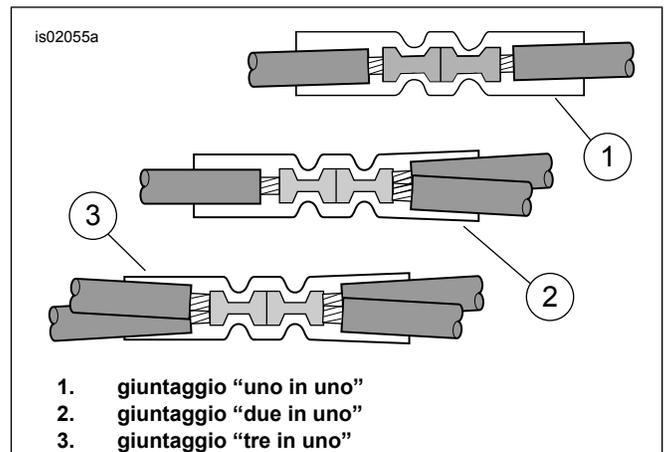
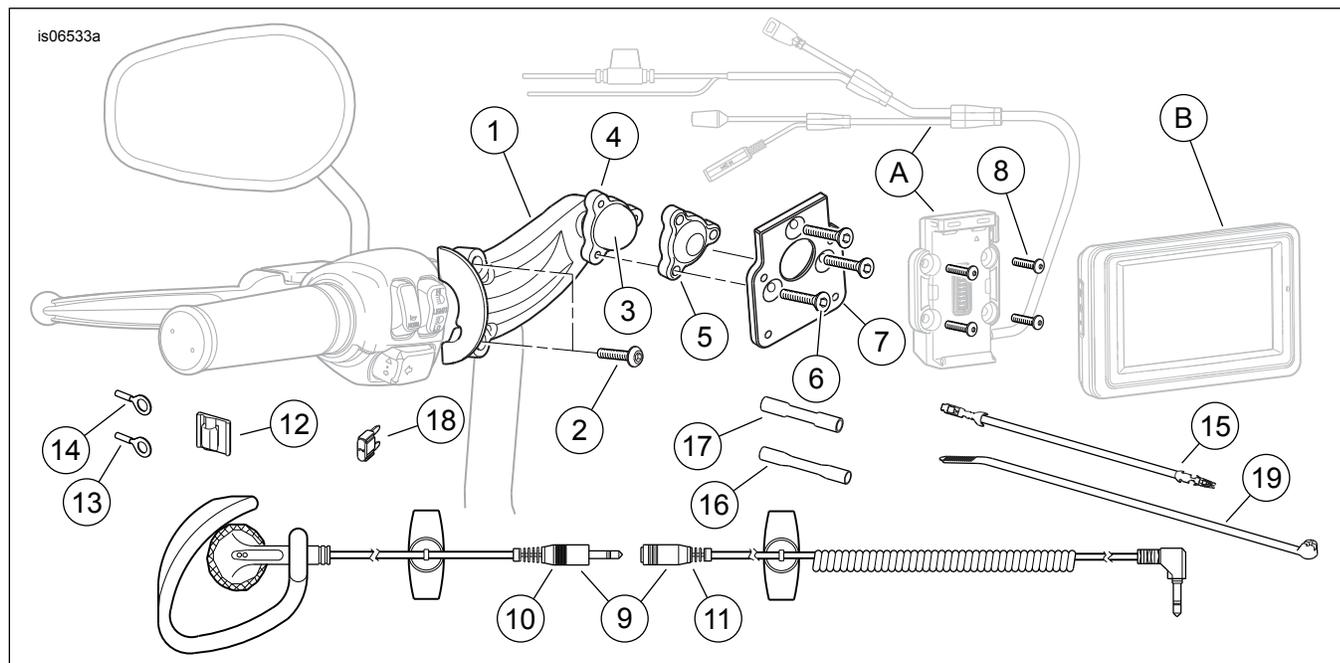

Figura 6. Configurazioni dei giunti
Figura 16. Parti di ricambio, kit di montaggio del GPS Road Tech Zumo 660 e Zumo 665 sul manubrio
4. Vedere Figura 16. Prendere dal kit il connettore blu a giunto di testa a tenuta (17). Vedere la figura 6. la configurazione di giuntaggio "due in uno". Giuntare il conduttore di alimentazione del cablaggio dello Zumo ai fili arancioni/bianchi del cablaggio principale, secondo le istruzioni dell'appendice del manuale di manutenzione.
6. Vedere Figura 16. Prendere dal kit il connettore blu a giunto di testa a tenuta (17). Vedere la figura 6., la configurazione di giuntaggio "uno in uno". Giuntare il conduttore di alimentazione del cablaggio dello Zumo al filo dell'adattatore, secondo le istruzioni dell'appendice del manuale di manutenzione.
7. Inserire il fusibile da 2 A (18) del kit nella cavità del fusibile "OPEN" per chiudere il circuito.
3. Vedere Figura 16. Prendere dal kit il connettore blu a giunto di testa a tenuta (17). Vedere la figura 6., la configurazione di giuntaggio "due in uno". Giuntare il conduttore di alimentazione del cablaggio dello Zumo ai fili arancioni/bianchi, secondo le istruzioni dell'appendice del manuale di manutenzione.
6. Vedere Figura 16. Prendere dal kit il connettore blu a giunto di testa a tenuta (17). Vedere Figura 6, la configurazione di alimentazione del cablaggio dello Zumo al filo dell'adattatore, secondo le istruzioni dell'appendice del manuale di manutenzione.
- Vedere Figura 16. Prendere dal kit il connettore blu a giunto di testa a tenuta (17). Vedere Figura 6, la configurazione di giuntaggio "due in uno". Giuntare il conduttore di alimentazione del cablaggio dello Zumo ai fili arancioni/bianchi del cablaggio principale, secondo le istruzioni dell'appendice del manuale di manutenzione.
6. Vedere Figura 16. Tagliare il tratto in eccesso dal filo arancione/bianco del cablaggio dello Zumo. Usando il connettore blu a giunto di testa a tenuta (17) preso dal kit, giuntare quel filo al filo dell'adattatore installato al punto 4.
7. Installare il fusibile da 2 A (18) del kit nella cavità del fusibile contrassegnata con "P&A IGN", "2A MAX" per chiudere il circuito.
- *Possono essere giuntati nel cablaggio di collegamento elettrico fino a tre accessori. Per la configurazione delle giunzioni multiple Vedere la figura 6.*
3. Vedere Figura 16. Prendere dal kit il connettore blu a giunto di testa a tenuta (17). Vedere la figura 6. la configurazione di giuntaggio "due in uno". Giuntare il conduttore di alimentazione del cablaggio dello Zumo ai fili arancioni/bianchi del cablaggio principale, secondo le istruzioni dell'appendice del manuale di manutenzione.
4. Inserire il fusibile da 2 A (18) preso dal kit nella cavità del fusibile per chiudere il circuito.